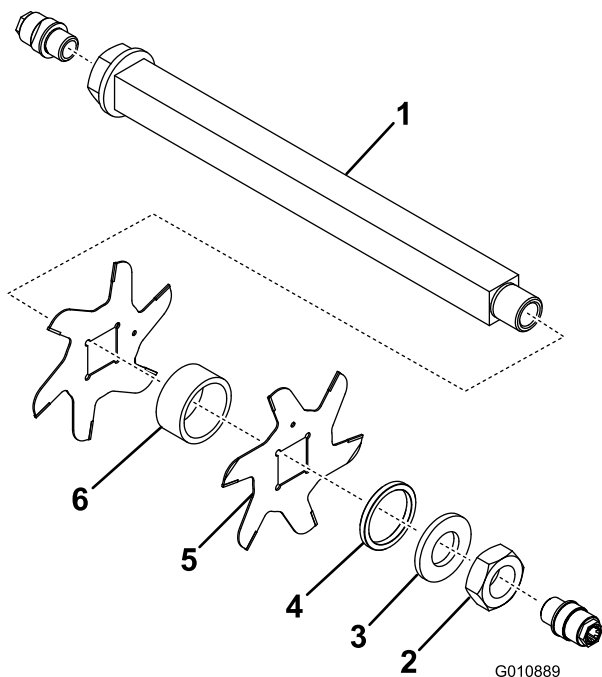

Figura 11
3. Retire o espaçador pequeno, a anilha, as lâminas e os espaçadores grandes. Limpe e lubrifique o eixo quadrado com uma leve camada de massa para facilitar a montagem (Figura 11).